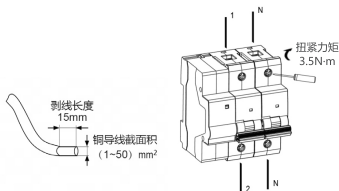

图6 接线方式
6.4 适用于铜导线连接，导线选择见表1，接线方式及剥线长度示意如下图6。